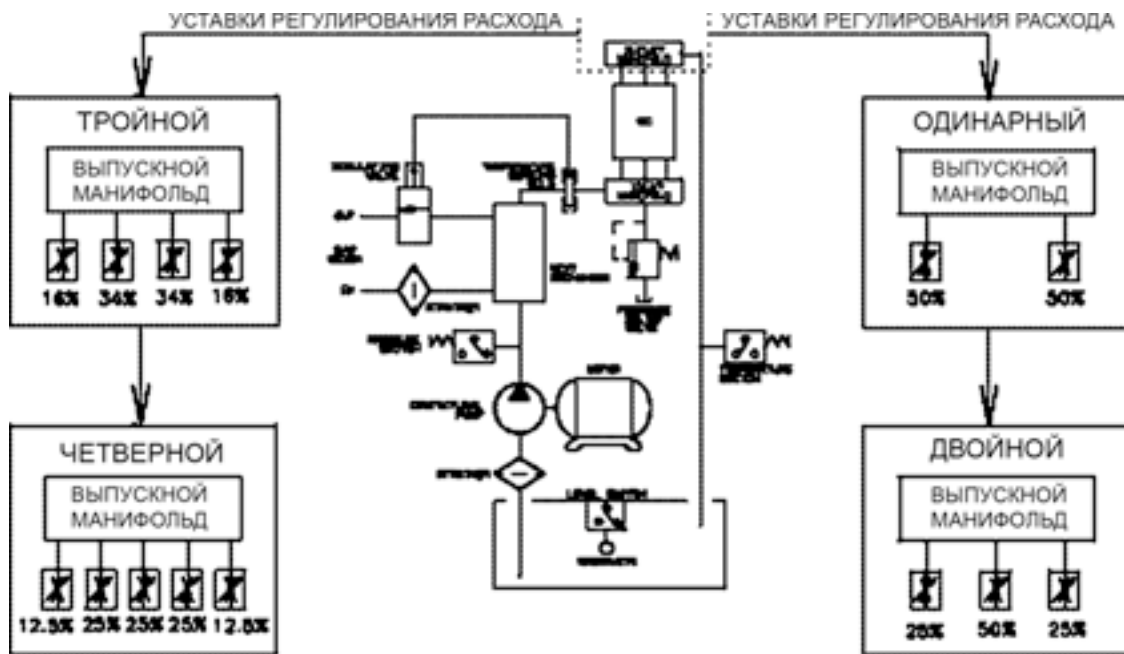

Рис. 5
2.4.4 Обязательно предусматривают впускной и выпускной манифольды охлаждающей жидкости. Манифольды устраивают с учетом равномерного расхода во всех отверстиях. На типоразмерах 18" и более два шланга можно проложить к реактивным пластинам (30), чтобы содействовать уравниванию потока к каждой износной пластине.
Примечание : реактивные пластины (30) в типоразмере WCB2 18 дюймов и крупнее обычно имеют два впускных и два выпускных отверстия, содействующих уравниванию потока в каждую камеру охлаждения. Если в многодисковом натяжном устройстве имеется реактивная пластина старого типа, т.е. только с одним выпускным отверстием, расход воды ограничивают на впусках к нажимному диску (13) и монтажному фланцу, чтобы обеспечить равномерную пропорциональную диссипацию тепла в каждой полости охлаждения. См. **рис. 5.**
- 2.4.8 **На рис. 5** показан типовой замкнутый контур системы охлаждения «жидкость-жидкость». В случае применения системы охлаждения «жидкость – воздух» вместо теплообменника и регулятора температуры предусматривают радиатор, вентилятор и мотор.